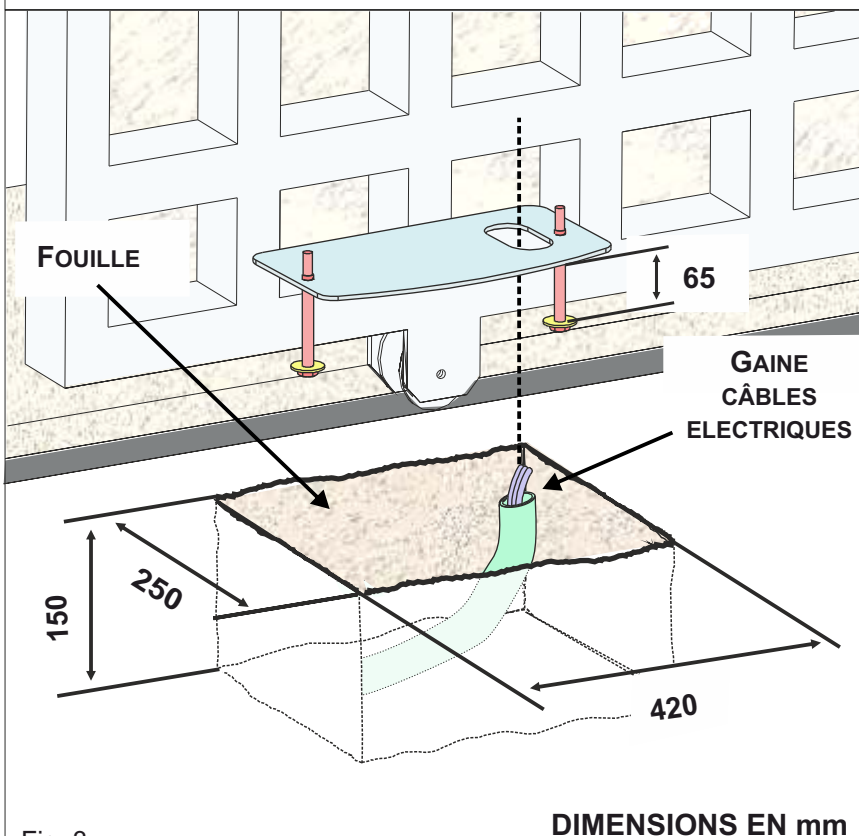

Fig. 3
4.1. Selon les mesures indiquées sur la Fig. 3, préparez un emplacement de béton à l'intérieur duquel la plaque de fondation sera murée, à l'aide des boulons d'ancrage